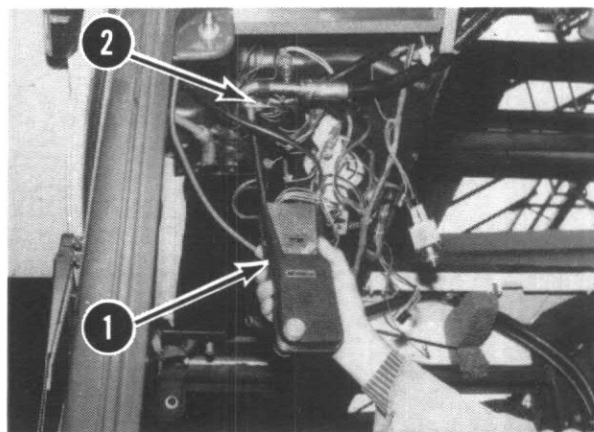

FIGURE 75
NOTE: Avant d'effectuer un essai de fuite du système, faites d'abord l'essai des robinets de service à l'aide du détecteur de fuite électronique, figure 75.
- 9 – Les pressions du système étant égalisées au-dessus de 345 KPa (50 PSI) vérifiez au moyen du détecteur électronique (1) Fig. 75, tous les flexibles, tuyauteries et les éléments du système pour vous assurer qu'ils ne fuient pas.